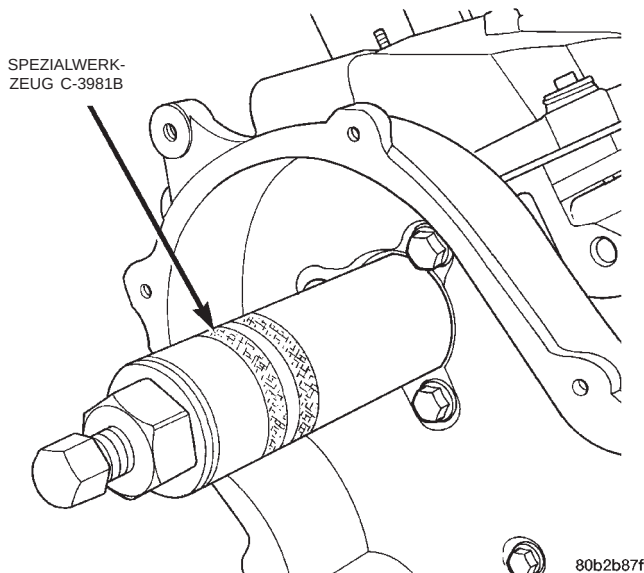

Abb. 75 Nockenwellendichtring—Ausbau
(1) Nockenwellenräder abbauen. Siehe betreffenden Arbeitsgang in diesem Kapitel.
(2) Nockenwellendichtring mit Spezialwerkzeug C-3981B abziehen (Abb. 75).